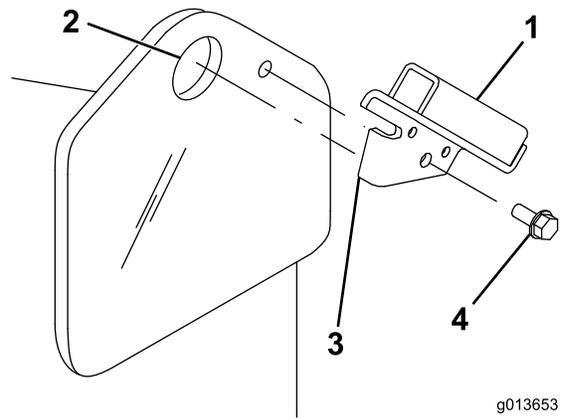

Figure 3
1. Insérez la languette du support de l'écran de protection dans le trou du point de levage sur le groupe de déplacement, le trou du support étant aligné sur le petit trou du châssis du groupe de déplacement (Figure 3).
Remarque: Il y a un support droit et un support gauche. Veillez à monter le support correspondant à chaque côté. La languette doit être engagée dans le trou du point de levage et le support doit se trouver à l'extérieur du châssis (Figure 3).
2. Fixez le support au châssis à l'aide d'une vis autotaraudeuse (Figure 3).